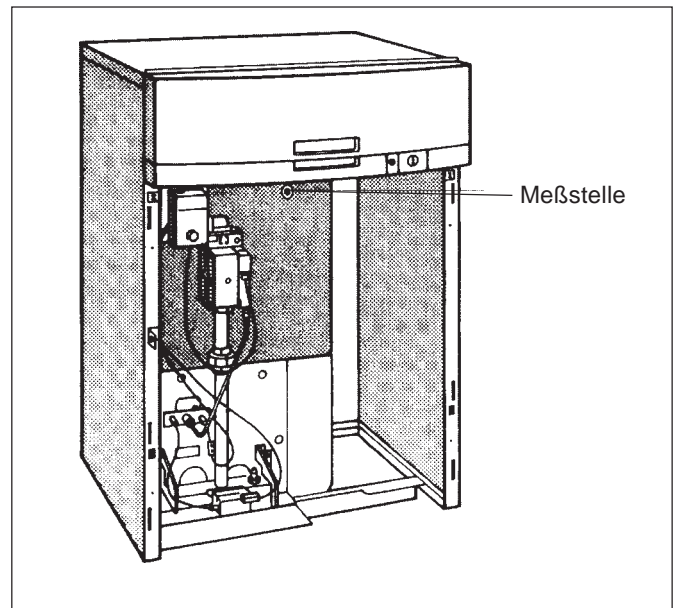

Abb. 10: Meßstelle
- die Kesselwassertemperaturfühlerleitung nach vorne zur Meßstelle führen, dabei nur auf Bedarfslänge abrollen (Abb. 10).